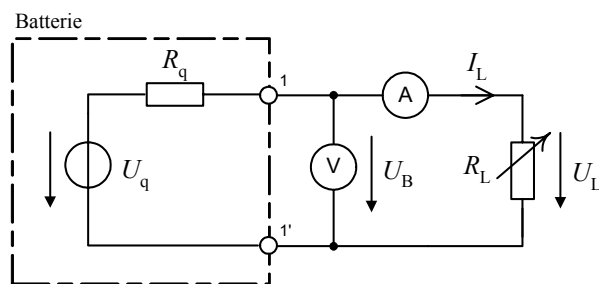

Fig. 3-1 Messungen an der Batterie
- Messen Sie die U/I Kennlinie der Batterie, indem Sie, wie in Fig. 3-1 skizziert, verschiedene Widerstände anschliessen (oder verwenden Sie alternativ einen einstellbaren Widerstand).